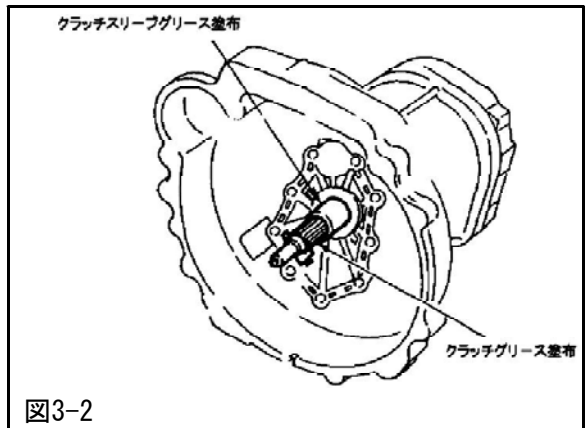

図3-2
- (2) トランスミッションのメインドライブシャフトのスプライン部にクラッチグリス（ニッサン純正品番KR106-00010又は相当品）を適量塗布した後、キット内のディスクAssyをスプライン部分にはめ込んで前後にスライドさせ、均等に伸ばしてください。(図3-2)